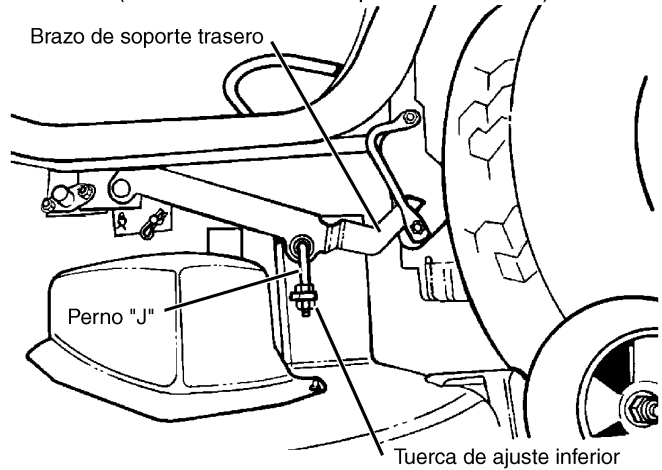

FIGURA 29
- Usando una llave de 15 mm, afloje la tuerca de montaje superior en el perno "J" del lado izquierdo (que ve al interior del cortacésped) más o menos una vuelta (Vea la FIGURA 29).